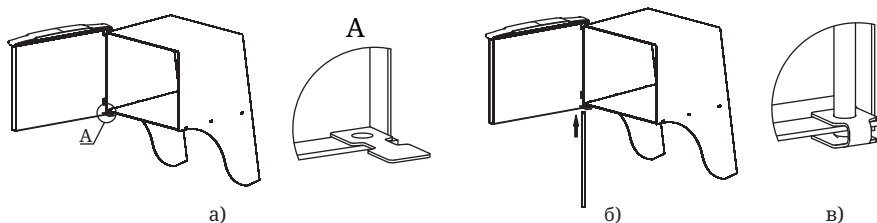

Рисунок 10. Установка двери при монтаже печи.
2. Установите дверцу на втулки топливного канала, совместив отверстия (рисунок 10.а);
3. Совместите отверстие упора с нижним отверстием каркаса, при этом упор должен располагаться внутри каркаса (рисунок 10.а);
4. Вставьте ось через отверстия снизу вверх (рисунок 10.б),
5. Подогните упор, фиксируя конец оси между площадками упора (рисунок 10.в);